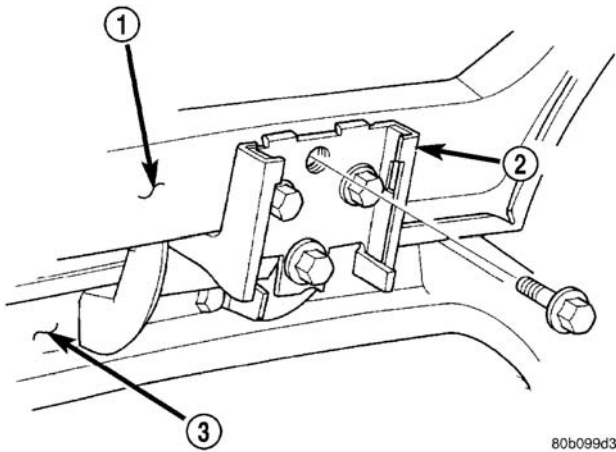

图 1 举升门铰链
- (1) 解开举升门闩并打开举升门。
- (2) 在一个合适的举升装置上，在全开位置支撑举升门。
- (3) 在车顶外部贴数层导管胶带跨过间隙至举升门，将举升门固定。
- (4) 卸下将举升门铰链固定到车顶盖的螺栓。
- (5) 从车身线束上断开 VTSS 开关。
- (6) 卸下将铰链固定到举升门的螺栓 (图 1)。
- (7) 自车辆拆下铰链。
- (1) 如需要，在安装前将更换的铰链上漆。
- (2) 将铰链装在车辆上。
- (3) 将铰链与举升门上的标记对齐。
- (4) 安装将铰链固定到举升门的螺栓 (图 1)。紧固螺栓至 33 N • m(24ft.1bs.)的扭矩。